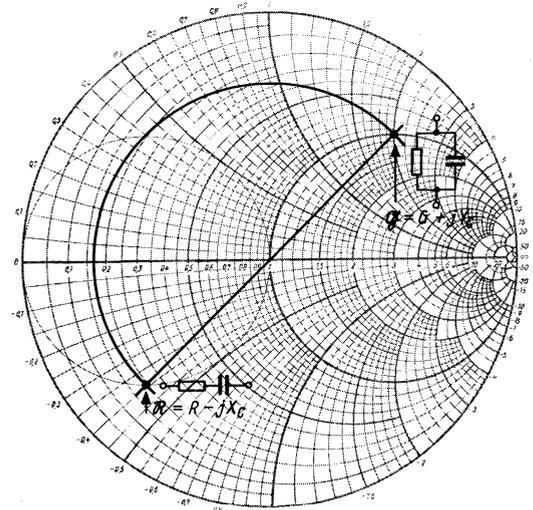

Bild 4. Beispiel zur Inversion
1) Funktechnische Arbeitsblätter Fi 32, Bild 4
In Bild 4 ist diese komplexe Zahl und die Konstruktion der Inversion, die die Zahl  $0,13 - j 0,39$  ergibt, eingetragen.